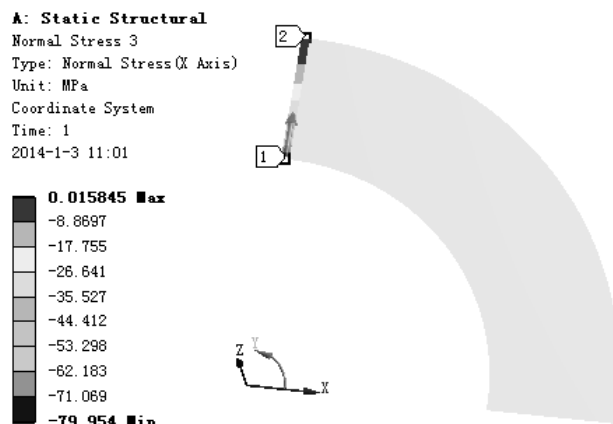
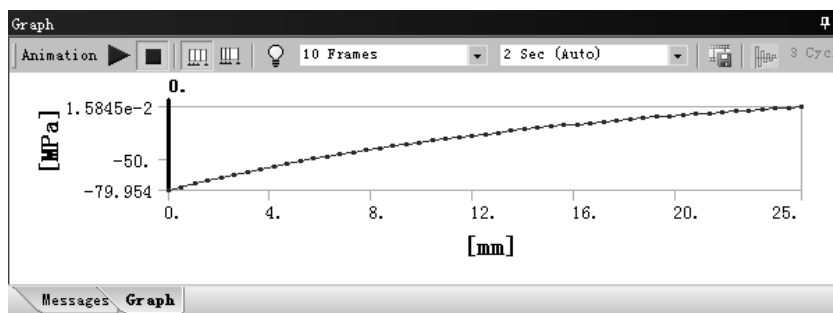

图 7.5.46 径向应力(路径 Path)结果图解
图 7.5.47 径向应力(路径 Path)图表
(5) 查看沿路径 Path 径向应力结果图解。在“Outline”窗口中选中  Normal Stress 3，查看图 7.5.46 所示的径向应力(路径 Path)结果，其最小应力为 -79.954MPa，其最大应力为 0.015845 Mpa。在“Graph”窗口中显示图 7.5.47 所示的路径图变化情况。